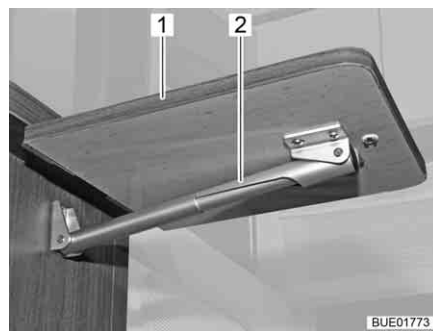

Bild 74 Thekenklapptisch, ausge-
- Thekenklapptisch (Bild 74,1) mit leichtem Zug von der Magnethalterung lösen.
- Tischplatte nach oben schwenken, bis die Fixierung der Teleskophalterung (Bild 74,2) greift.